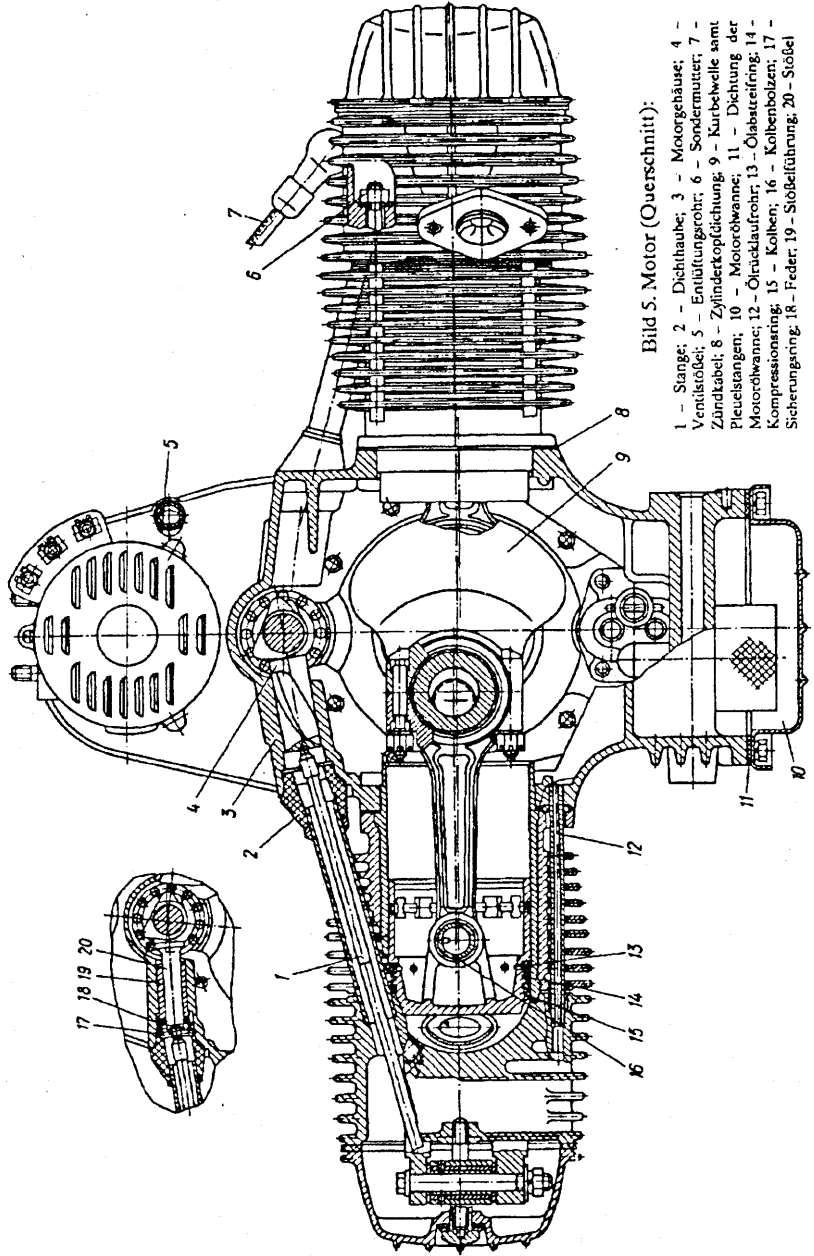
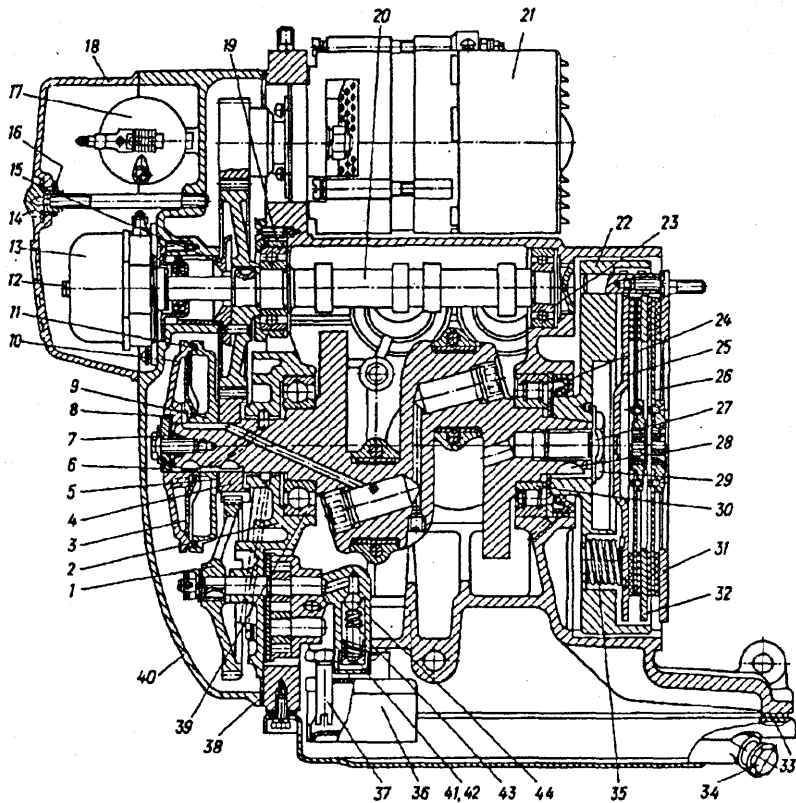
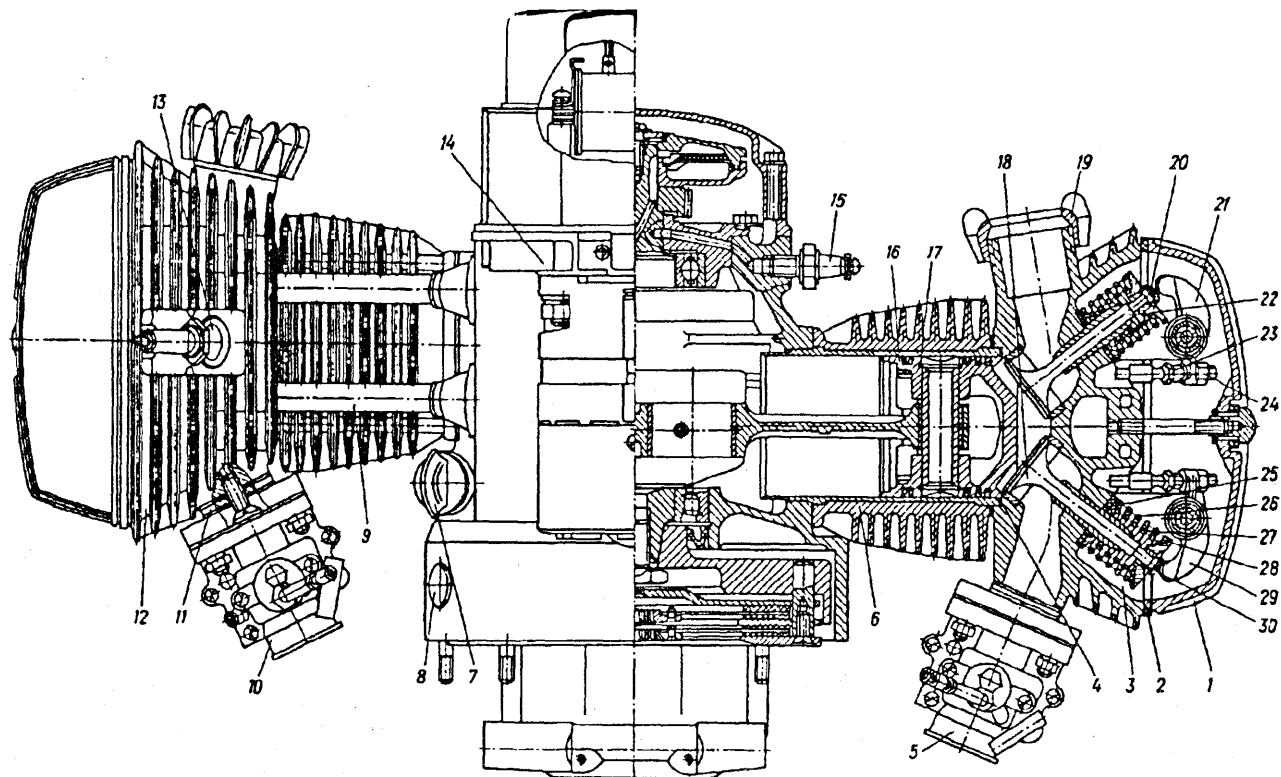
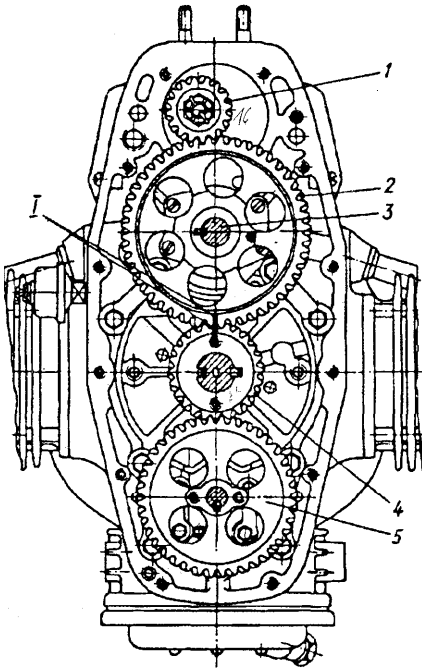

Bild 5. Motor (Querschnitt):
Bild 6. Motor (Längsschnitt):
Bild 7. Motor (Querschnitt):
Bild 8. Motorverzahnungen:
Seinen baumäßigen Besonderheiten und technischen Kennwerten nach gehört der Motor (Bild 5, 6, 7) zu forcierten Kraftfahrradmotoren für einspurige Straßenfahrzeuge.
Die Kurbelwelle ist im Motorgehäuse in zwei Lagern: 30 (Bild 6) und 39 gelagert. Am vorderen Kurbelwellenende ist das Kurbelwellensteuerrad 4 und die Zentrifuge und am kegelig ausgebildeten Teil des hinteren Kurbelwellenendes - das Schwungrad 22 angebaut.
**Kolben, Kolbenringe und Kolbenbolzen.** Der Kolben 15 (Bild 5) des Motors besteht aus Kolbenkopf, Kolbenschaft und Bolzenaugen. Am Kolben sind vier Nuten zur Aufnahme der Kolbenringe eingedreht.
Der Kolben 16 (Bild 7) ist mit der Pleuelstange mittels schwimmend gelagerten Kolbenbolzens gekoppelt, dessen Längsverschiebung durch zwei Sicherungsringe 17 begrenzt wird, die sich in den Ringausnehmungen der Kolbenbolzenaugen befinden.
Motorgehäuse. Das aus Alu-Legierung gegossene Motorgehäuse 3 (Bild 5) ist das wichtigste Gehäuseteil des Motors.
Für die Verbindung des Innenraums des Motorgehäuses mit der Außenluft beim aufwärtsgehenden Kolbenhub und für dessen Isolierung von der Außenluft beim aufwärtsgehenden Kolbenhub dient der Entlüfter 15 (Bild 6), der in der Mittenbohrung des Steuerräderdeckels 40 montiert ist.
**Zylinder.** Zum Motor gehören zwei gegeneinander austauschbare Bimetallzylinder 6 (Bild 7) von gleichem Aufbau. Ein Zylinder setzt sich aus Zylindermantel aus Alu-Guß und Lauffbuchse aus Grauguß zusammen. Im unteren Zylinderteil ist ein Flansch mit über sämtliche Rippen durchgehenden Bohrungen für Ankerstiftschrauben zur Befestigung der Zylinder sowie der Zylinderköpfe am Motorgehäuse vorgesehen. Am oberen Zylinderteil ist ein ringförmiger Bund vorhanden, der in eine Ausdrehung am Zylinderkopf einrastet. Zwischen Zylinder und Zylinderkopf ist eine Dichtung 4 angebracht.
Die Ventilsteuerung bewirkt ein Öffnen und Schließen der Aus- und Einlaßventile zu den erforderlichen Zeitpunkten, die einem bestimmten Drehwinkel der Kurbelwelle entsprechen. Zu der Ventilsteuerung gehören Nockenwelle 3 (Bild 8), Ventilstößel 4 (Bild 5), Stangen 1, Schwinghebel 21 (Bild 7) und 29, Einstellschrauben 23, Gegenmuttern 24, Auslaßventil 22 sowie Einlaßventil 18 samt Ventilschaft- Endstücken 20, Ventildedern 26 und 27, Ventildedertellern 25 und 28 sowie Ventilkegelstücke 30. Am vorderen Nockenwellenende ist das Nockenwellensteuerrad 2 (Bild 8) angebracht, mit dem das Kurbelwellensteuerrad 4 und der Lichtmaschinenritzel 1 in Eingriff stehen. Die Nockenwelle ist im Motorgehäuse in zwei Kugellagern 19 (Bild 6) und 23 gelagert.
Für eine richtige Einstellung der Ventilsteuerung müssen die Einstellmarken am Nockenwellensteuerrad 2 (Bild 8) sowie am Kurbelwellensteuerrad 4 bei der Montage zur Deckung gebracht werden.
Am Motor können auch Ventilstößel von einem anderen Aufbau (s. Pos. 17, 18, 19 und 20 in Bild 5) montiert werden, auf deren Stirnfläche ein Hartmetallbelag vorgesehen ist.
Bei falsch eingestelltem Ventilspiel Gegenmutter 24 (Bild 7) lockern und das erforderliche Spiel durch Drehen der Einstellschraube 23 im bzw. gegen den Uhrzeigersinn einstellen. Danach die Gegenmutter festziehen. Das Ventilspiel wird am kalten Motor eingestellt. Dabei soll es im Bereich von 0,07 mm liegen. Bleibt ein sachgemäßes Spiel aus oder ist es unzureichend, dann liegt das Ventil an seinem Sitz zum Schließzeitpunkt undicht an. Sollte das Ventilspiel zu groß sein, dann tritt eine Verzögerung des Ventileröffnungszeitpunktes ein, demzufolge die Ausfüllung des Zylinders mit dem Kraftstoff-Luft-Gemisch beeinträchtigt wird. Für eine Ventilspieleinstellung im anderen Zylinder die Kurbelwelle um eine Vollumdrehung (360°) durchdrehen und danach das Spiel in den beiden Ventilen auf die vorstehend angegebene Weise überprüfen und ggf. einstellen.